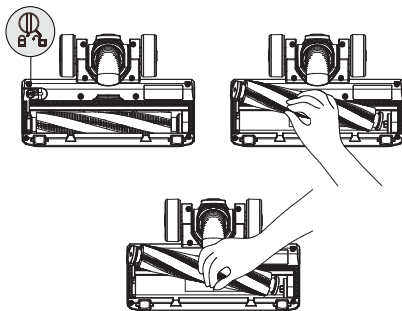

Рис. 15
5. После завершения очистки вставьте турбощетку в корпус насадки и закройте крепление (рис. 15).